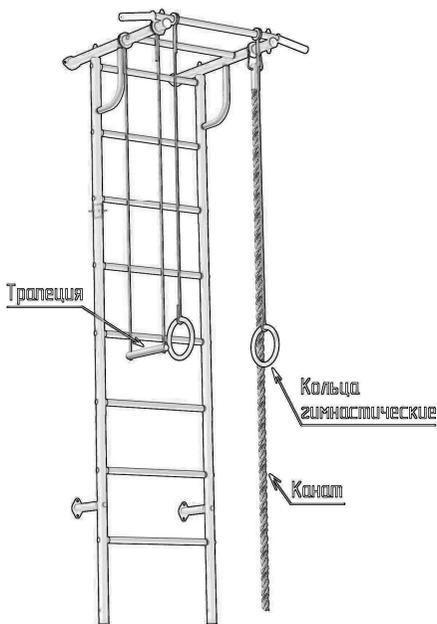

Рис. 1 – ДСК-3.с «Роки-3ц»
3.1. КОМПЛЕКС представляет собой сборно-разборную каркасную конструкцию из металлических труб, закрепленную анкерными болтами в стену (Рис. 1.) Основными составными элементами КОМПЛЕКСА являются вертикальная «шведская лестница» и горизонтальная неподвижная верхняя рама.